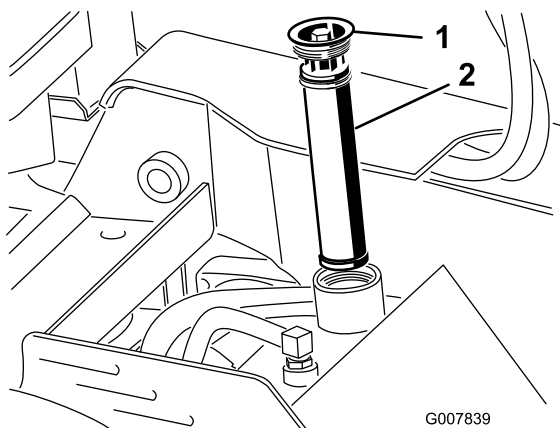

図 61
5. 油圧オイルタンクの注油口周辺とキャップをきれいに拭き、ソケットレンチで補給口からキャップとフィルタを外す 図 61。